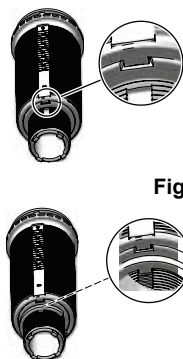

Fig. 22
- Insérer la chemise dans le corps de pompe en prenant soin d'aligner les ergots de centrage (Fig.22).